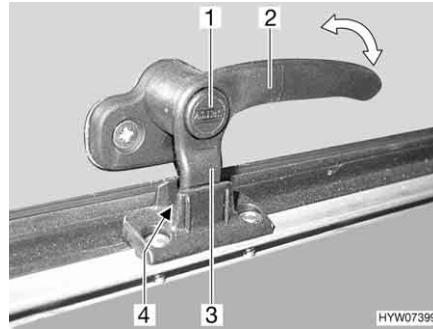
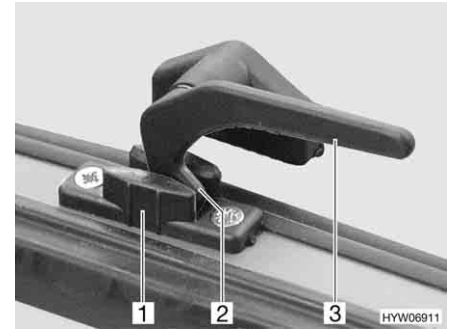

Fig. 71 Alavanca de trava com botão de segurança na posição "Arejamento contínuo"
Fig. 72 Alavanca de trava na posição "Arejamento contínuo"
- Na posição "Arejamento contínuo" (Fig. 71 e Fig. 72)
- Se disponível, prima o botão de segurança (Fig. 71,1) e mantenha-o pressionado.
- Gire a alavanca de trava (Fig. 71,2 ou Fig. 72,3) um quarto de volta na direção do meio da janela.
- Gire novamente para trás a alavanca de trava. Durante isto, desloque a ponta de trava (Fig. 71,3 ou Fig. 72,2) na alavanca de trava para dentro do entalhe no dispositivo de bloqueio da janela (Fig. 71,4 ou Fig. 72,1).
- Se disponível, largue o botão de segurança (Fig. 71,1).